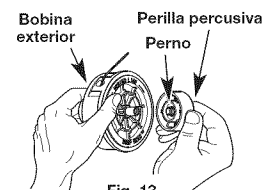

Fig. 13
- Sostenga la bobina exterior con una mano y desenrosque la perilla percusiva en sentido contrario a las agujas del reloj (Fig. 13).